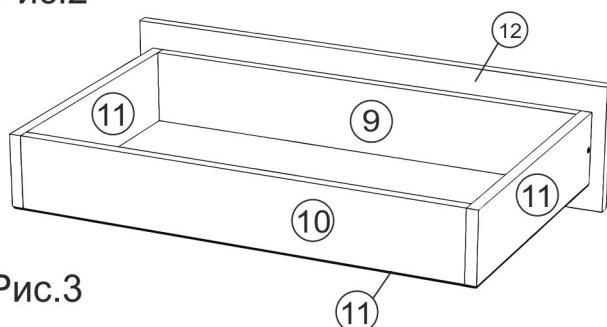

Рис.3
- 1) С помощью евровинтов (а) соединить дно (4) с цоколями (6 и 15).
- 3) Вытянуть внутреннюю часть направляющих, прижав рычажки черного цвета. Внешние части (ответные планки) крепим на стойки (3) саморезами 3,5x16 (л), внутренние части крепим на боковины ящиков. С помощью евровинтов собираем ящик, как показано на рис.3.